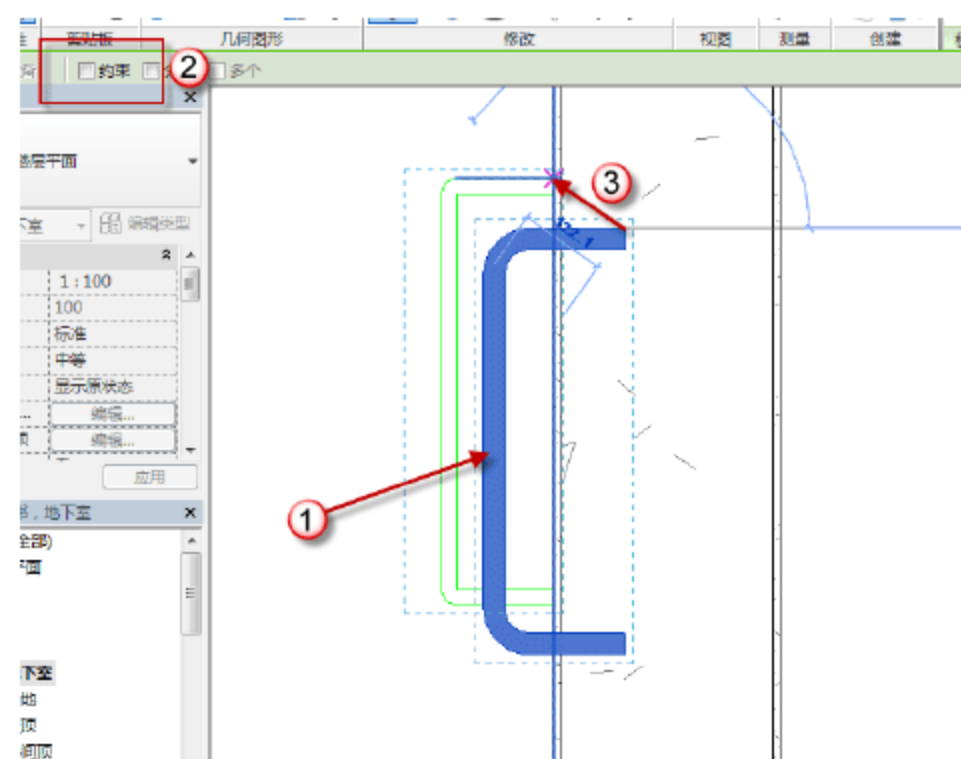

图 9.3.46 移动钢爬梯
(4) 移动钢爬梯。首先，选中已经插入的钢爬梯，按快捷键 M+V，取消“约束”复选框的选择，然后移动钢爬梯，如图 9.3.46 所示。